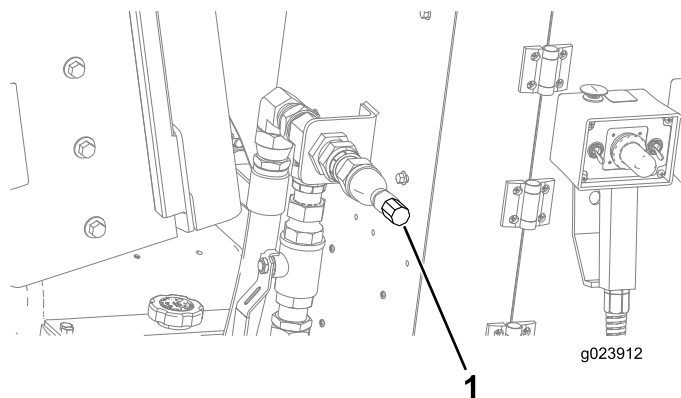

Figura 166
5. Conecte a mangueira à sua conexão (Figura 166).